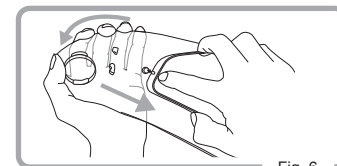

Fig. 6
2. Rimuovere la lente originale a incastro Pinlock® dai perni eccentrici flettendo la visiera. (Fig. 6)